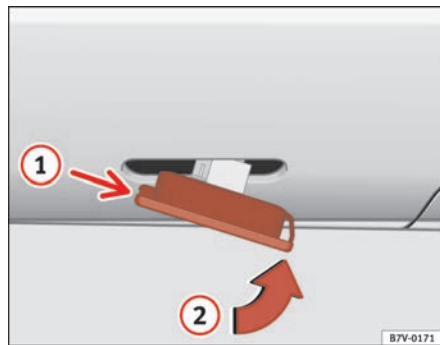

Abb. 164 Seitlicher Blinker
- Den Blinker durch Einrasten der Halterungen ① ⇒ Abb. 164 zuerst in die Aufnahme in der Karosserie und anschließend den Blinker in Richtung von Pfeil ② einsetzen. ■